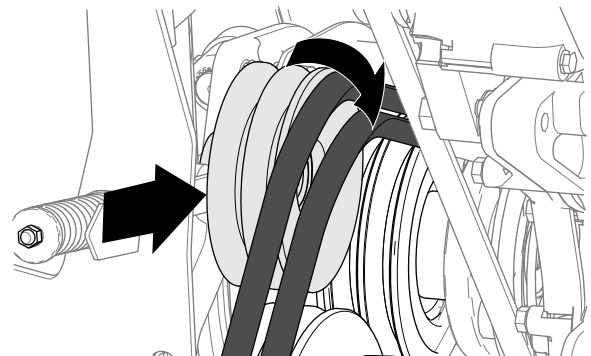

Figura 93
9. Ruotate la puleggia tendicinghia verso il motore e togliete le cinghie dalla macchina (Figura 93).